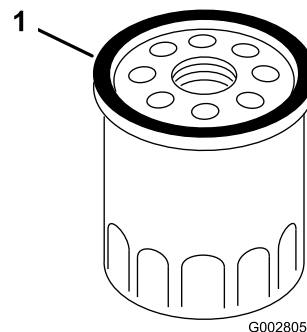

Figure 27
7. Avec les doigts, appliquez de l'huile sur le joint du nouveau filtre (Figure 27).